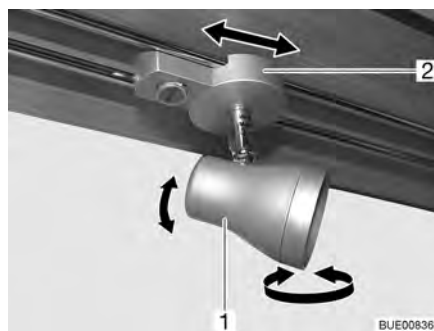

Bild 50 Spotlight
Vrida: ■ Ta tag i huset (Bild 50,1) och vrid.
- Ta tag i hållaren (Bild 50,2).